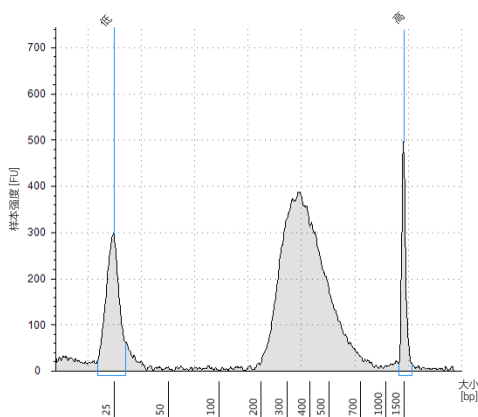
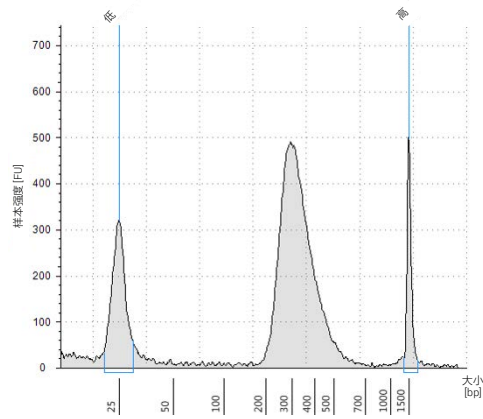
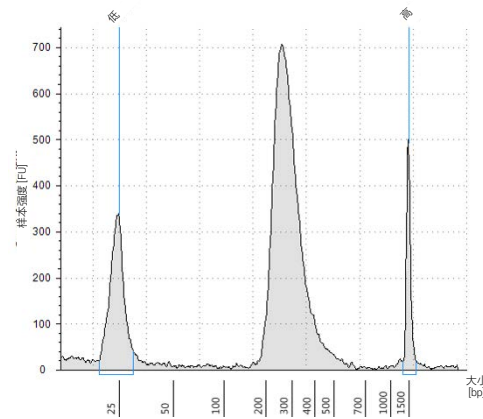

图 9 使用 High Sensitivity D1000 ScreenTape 检测分析的由高质量 gDNA 样本制备的 Post-capture library。
图 10 使用 High Sensitivity D1000 ScreenTape 检测分析的由典型 FFPE gDNA 样本制备的 Post-capture library。
图 11 使用 High Sensitivity D1000 ScreenTape 检测分析的由低质量 FFPE gDNA 样本制备的 Post-capture library。
- 3 确认电泳图显示的 DNA 文库片段大小峰值介于 200 与 400 bp 之间。样本电泳图显示在图 9（由高质量 DNA 制备的文库）、图 10（由中等质量 FFPE DNA 制备的文库）和图 11（由低质量 FFPE DNA 制备的文库）中。